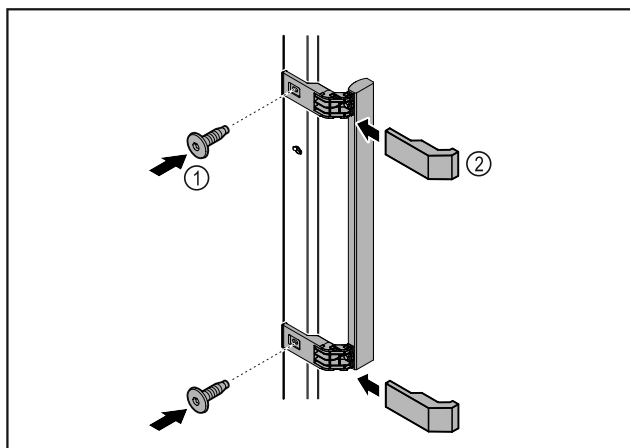

Fig. 4
- ▶ Iz paketa vzemite ročaj in ga privijte na vrata s priloženimi vijaki Fig. 4 (1).
- ▶ Namestite pokrov Fig. 4 (2).